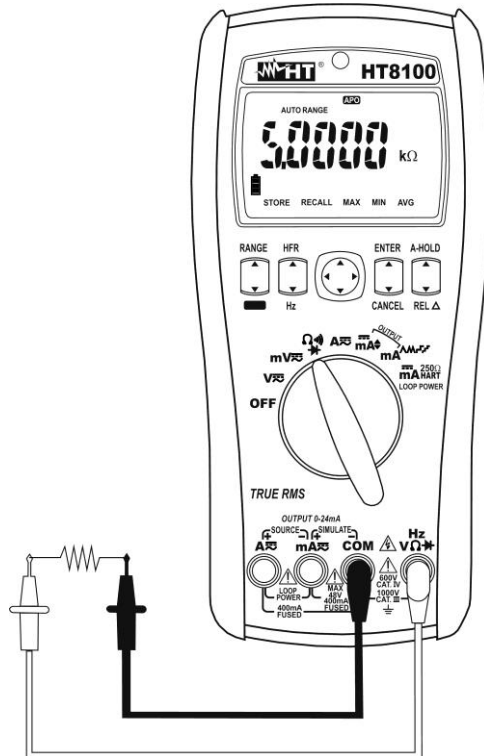

Abb. 6: Verwendung des Gerätes für Widerstandsmessung und Durchgangsprüfung
4. Stellen Sie die Messleitungen in die gewünschten Punkte des zu messenden Kreises (siehe **Abb. 6**)
- 4.5. ~~Abb. 6~~ Der Widerstandswert erscheint auf dem Display. Wenn im Display die Meldung "OL" erscheint, wählen Sie einen höheren Bereich aus.